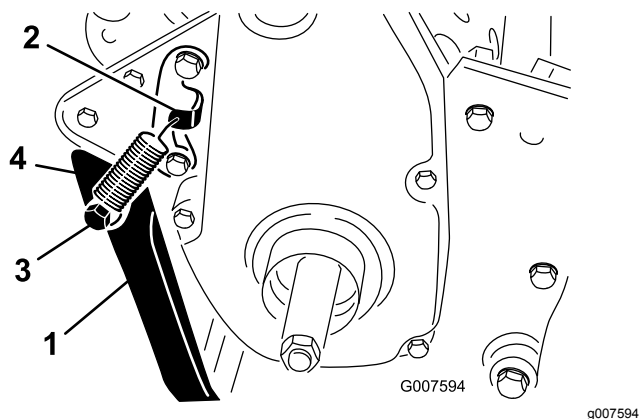

Figura 8
2. Enganche el muelle en el taladro del soporte y al anclaje, alineando el caballete con los taladros de montaje del bastidor trasero (Figura 8).
3. Sujete el caballete a cada lado del bastidor con un perno, una arandela de freno, un espaciador, una arandela plana y una contratuerca (Figura 8).